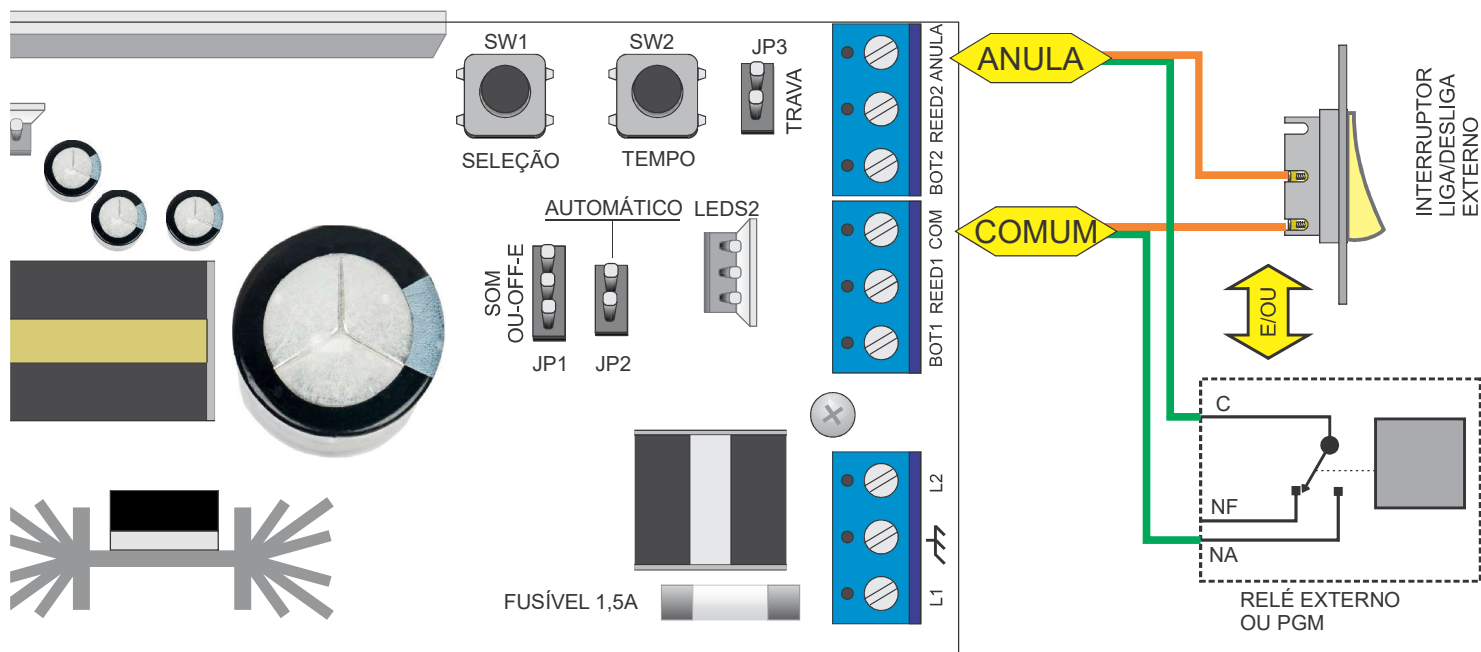

Figura 6 - Lado direito da placa
- Usando um interruptor conectado entre o borne **ANULA** e o **COMUM** (figura 6).
- Através de um relé conectado entre o borne **ANULA** e o **COMUM**. Podem ser relês de equipamento controlado remotamente (via IP) normalmente encontrado em portarias remotas ou mesmo relês de PGMs. Veja figura 6.